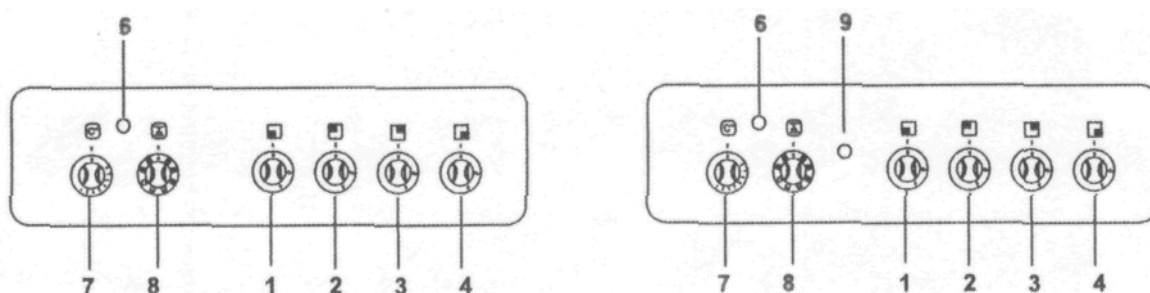

Abb. 2
- Betätigen Sie nun die Taste für die Zündung (Abb. 2).